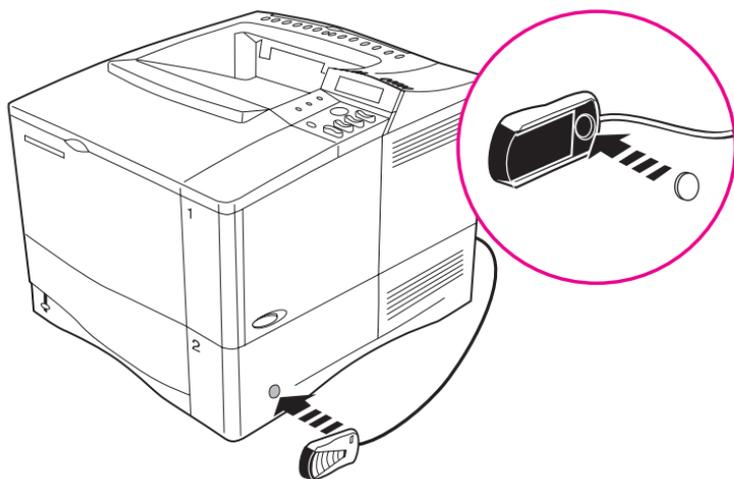

图 3 安装 Velcro 紧固器
HP Fast InfraRed Receiver 可以放置在桌子上，也可以使用 Velcro 紧固器固定在打印机侧面，请参阅 见 7 页图 3。
- 1 将一个 Velcro 紧固器装在 HP Fast InfraRed Receiver 底部的圆形凹陷处（请参阅图 3）。
- 2 将另一个 Velcro 紧固器装在打印机侧面（请参阅图 3）。